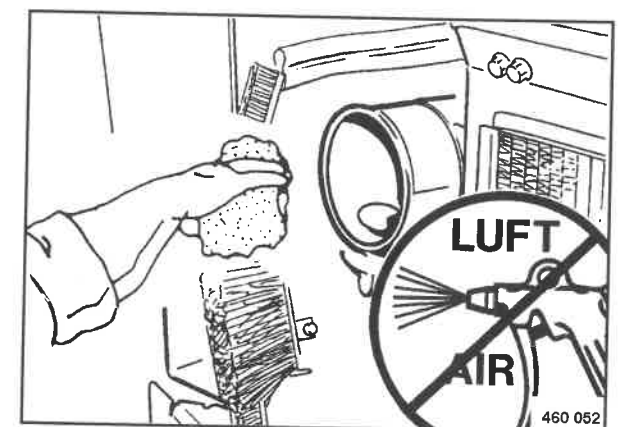

Fig. 146
- Pulire la scatola del filtro aria con un panno (Fig. 146).